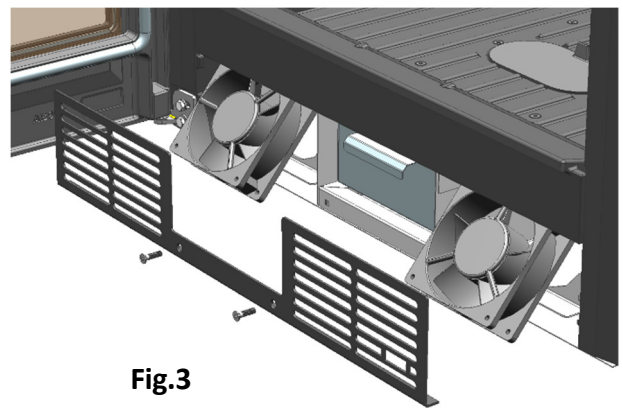

Fig.3
3. Sacarlos inclinados por la boca del frente. (Fig. 3)